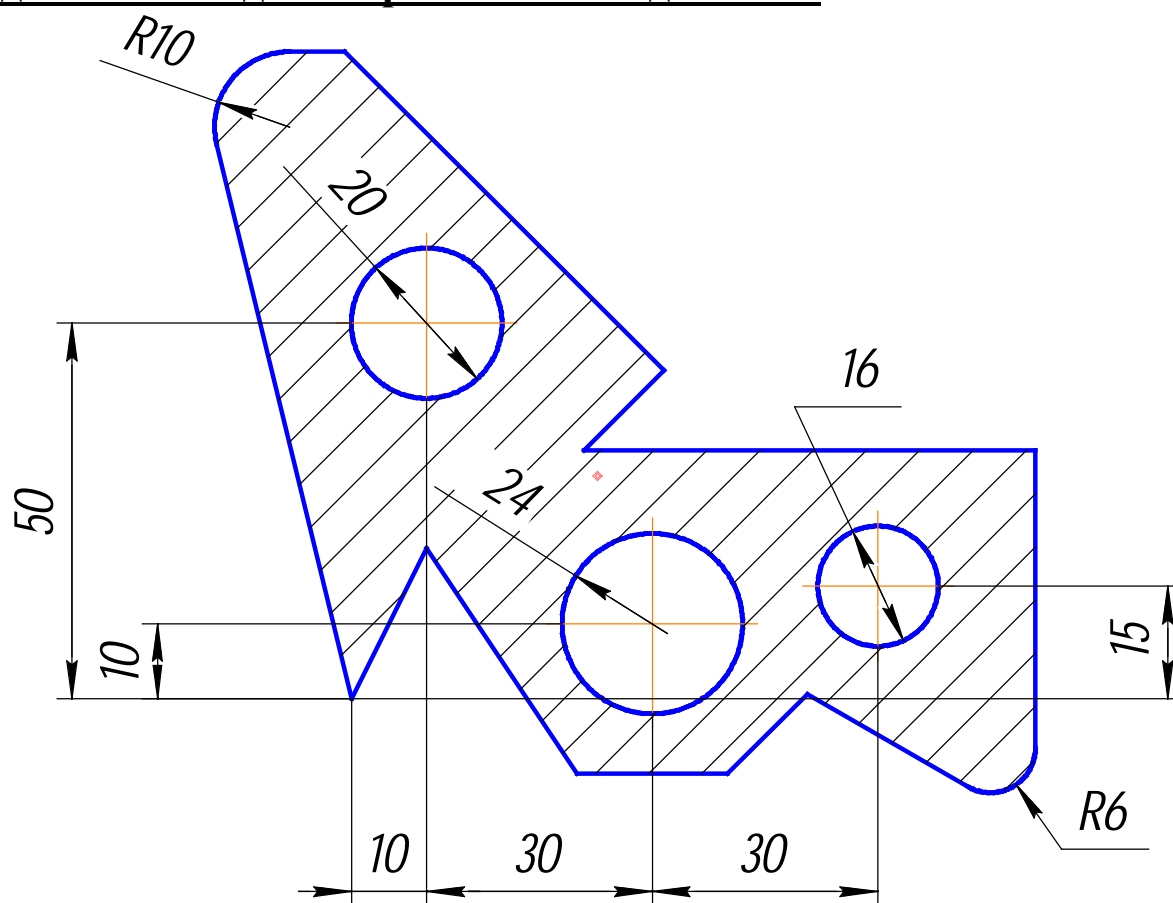
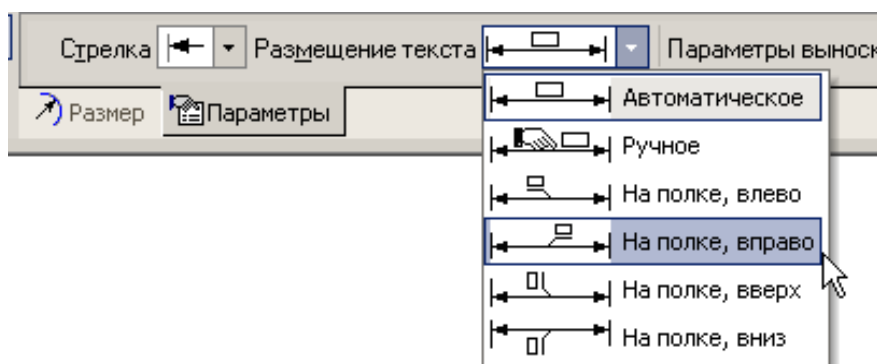
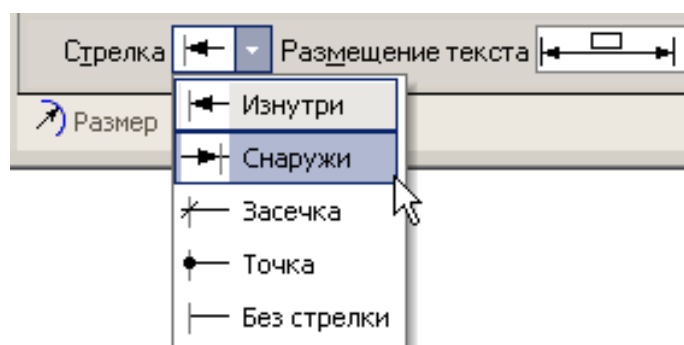
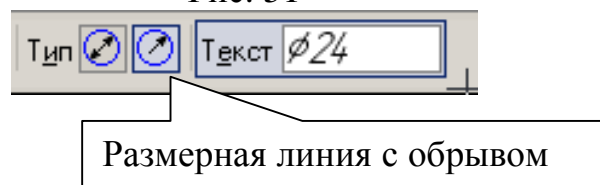

Рис. 41
Рис. 49
Рис. 50
Рис. 52
### **Задание (рис. 41):**
- Проставьте размер радиуса  $R10$ . Для этого установите курсор на дуге, щелкните левой кнопкой мыши и расположите размер согласно рис. 41.
**В параметрах:** в **размещении текста** установите **На полке вправо**, рис. 49, **Стрелка – Снаружи**, рис. 50. Проставьте размер согласно рис. 41. Прервите команду.
- Для простановки диаметра  $\varnothing 20$  мм в автоматическом режиме установите курсор на окружности, щелкните левой кнопкой мыши и расположите размер согласно рис. 41.
- Для простановки диаметра  $\varnothing 16$  мм на полке установите курсор на окружности, щелкните левой кнопкой мыши, активизируйте **Параметры - Размещение текста - На полке вправо** (рис. 49) и расположите размер согласно рис. 41.
- Для простановки диаметра  $\varnothing 24$  с обрывом в ручном режиме установите курсор на окружности, щелкните левой кнопкой мыши, активизируйте кнопку **Размерная линия с обрывом**, рис. 52. Сделайте активными **Параметры – Размещение текста – Ручное** (рис. 49). Расположите размер согласно рис. 41.